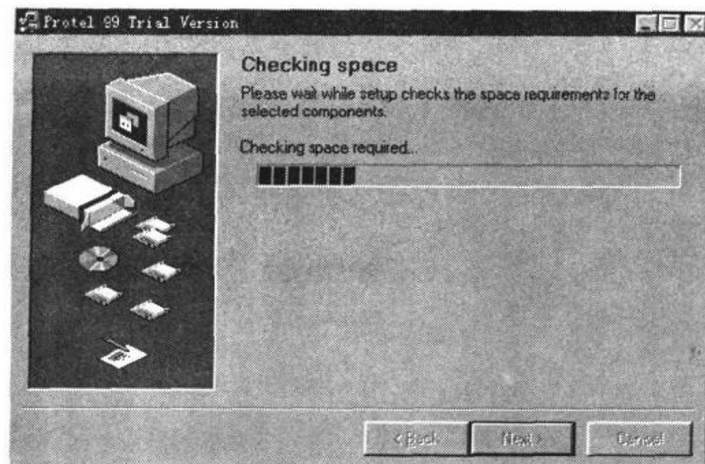

图 2-13 检查硬盘空间
12.一般可以默认安装目录，如果需要更改安装目录可以单击目录框右侧的文件夹图标。选定了安装目录后，然后单击【Next】，见图 2-13。此时操作系统会进行例行的磁盘空间检查，如果硬盘空间不足 250MB，安装无法继续。